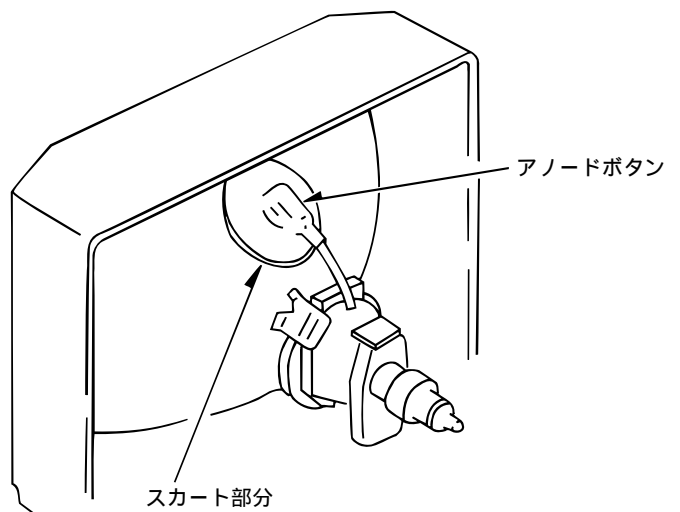

Fig. 3-8
- (10) アノードキャップのスカート部分を軽くおさえ、CRTとの密着度をよくする。
- (11) さらにアノードキャップがCRTに密着していることを再確認する。(Fig 3-8参照)